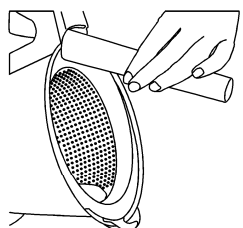

Fig. 38
2. Passare o filtrare brodo, frullati, succhi di frutta. Tenere il cestello per il manico o con la spatola per usarlo come filtro (figure 38 e 39)